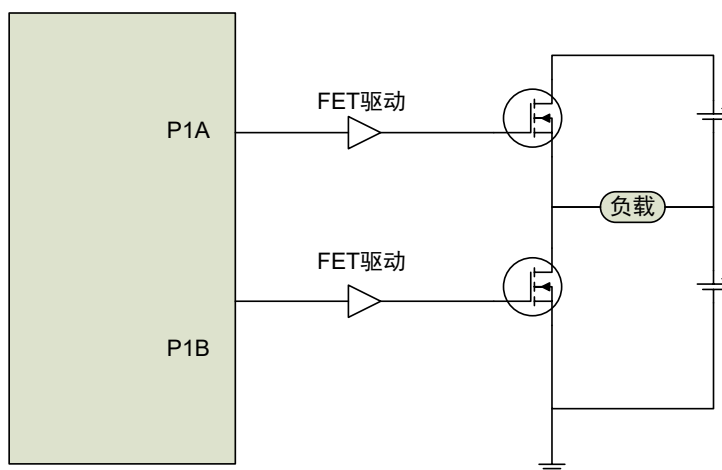
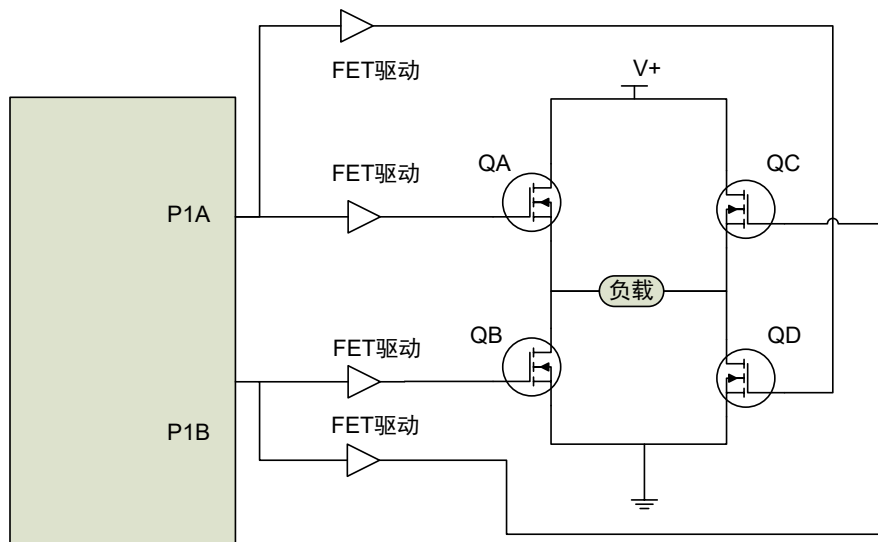
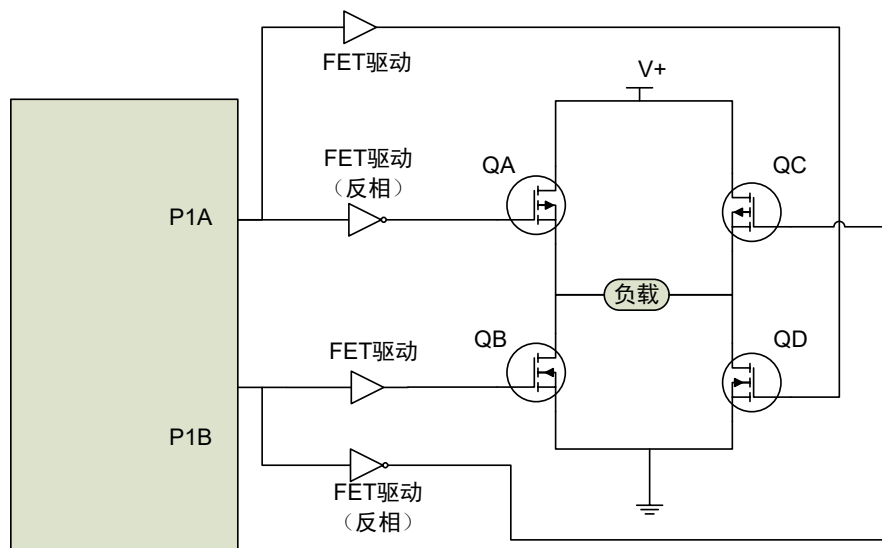

图 10-6 标准半桥电路 (推挽, P1A~P1B 高电平有效)
图 10-7 半桥输出驱动全桥电路 (4NMOS, P1A~P1B 高电平有效)
图 10-8 半桥输出驱动全桥电路 (2PMOS+2NMOS, P1A~P1B 高电平有效)
**半桥 PWM** — 2 路带死区控制的互补 PWM 通道 P1A 和 P1B。死区时间 (参阅“PDC”) 应合理设置，以避免多个功率开关同时导通和关闭的瞬间引起穿通电流。另外，可通过外接 4\* NMOS，或 2\*PMOS 加 2\*NMOS，以驱动全桥电路。应用示例如图 10-6，图 10-7 和图 10-8。